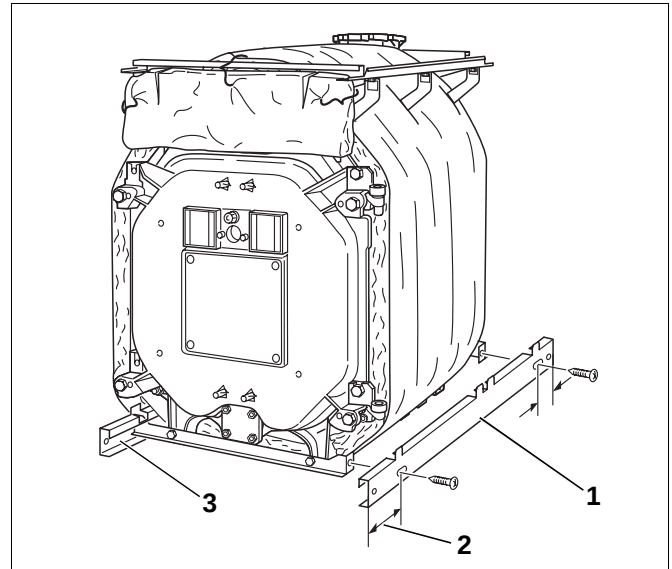

Abb. 49 Seitliche Sockelschienen montieren
- Die Sockelschienen (Abb. 49, **Pos. 1** und **3**) jeweils mit dem langen Überstand nach vorne (Abb. 49, **Pos. 2**) in die unteren Quertraversen einhängen.